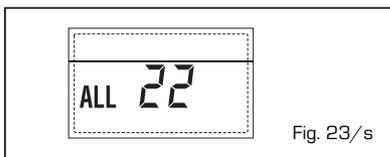

Fig. 23/s
- ANOMALIA GUASTO SONDA MANDATA SECONDA ZONA MISCELATA "ALL 23" (fig. 23/t)